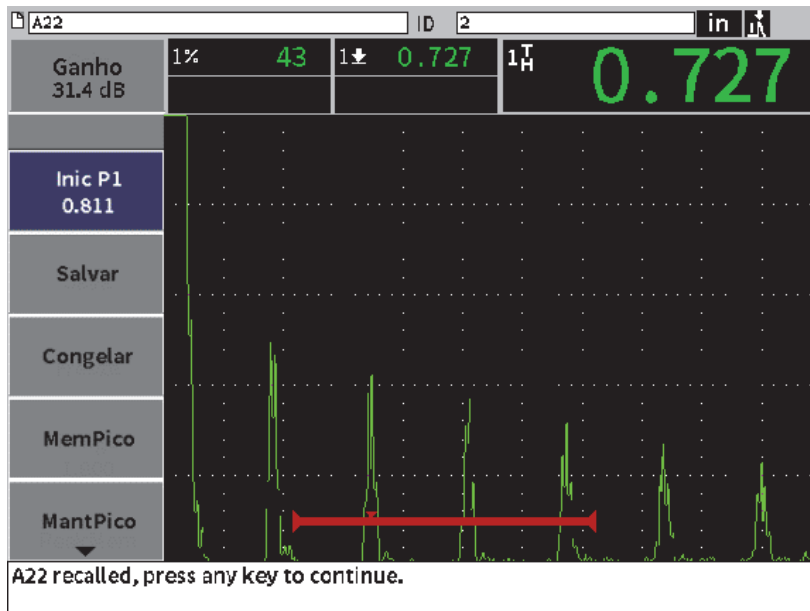

Figura 9-10 Dados de arquivo recuperado
2. Pressione a tecla Enter para exibir os dados salvos na tela de A-scan em tempo real (veja Figura 9-10 na página 137).
O ID visualizado é exibido na barra de identificação de arquivo. A mensagem “<filename> recuperado, pressione qualquer tecla para continuar” é exibida na barra de mensagens (veja Figura 9-10 na página 137).